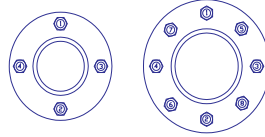

Figura 4
- h) Use una llave de torsión para completar el procedimiento de apriete. Siga la secuencia correcta según se muestra en la Figura 4. El valor de par de apriete correcto para el material del empaque utilizado puede encontrarse en la Tabla 2. Las tuercas deben apretarse en incrementos de 3 pies-libras.